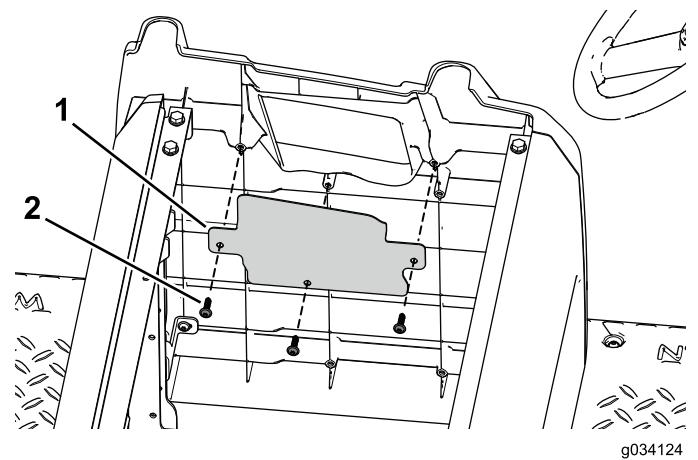

図 44
2. オープニングカバーをサイドプレートに固定するタッピングねじ3本を使う図 44。